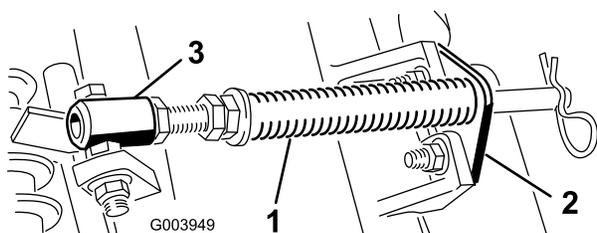

Рисунок 5
- А. Удалите два каретных болта и две гайки, которые крепят кронштейн штока к выступам режущего блока (**Рисунок 5**).
- В. Выверните фланцевую гайку крепления болта трубки пружины к выступу несущей рамы (**Рисунок 5**). Снимите этот узел.